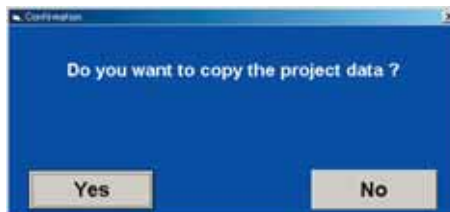

Рис. 4.1.6
7 После выбора проекта из перечня и нажатия на кнопку "Копировать проект" (Project Copy) (7) откроется окно подтверждения (рис. 4.1.6). Для копирования выбранного проекта нужно нажать "Да" (Yes).